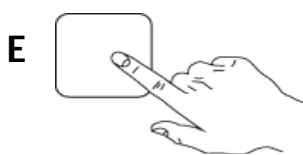

Fig.20
- 1- Appuyez sur la touche "E" pour sélectionner le cycle de lavage. (Fig. 20)